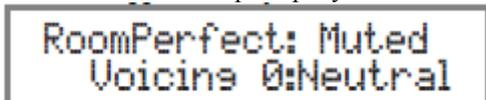

Рисунок 1
Для включения питания (ON) MEN220, нажмите кнопку (Power) на пульте ДУ. На информационном дисплее фронтальной панели загорится и будет отображаться две секунды после включения индикация верхней строчки “RoomPerfect: Muted”. Смотрите рисунок 1.